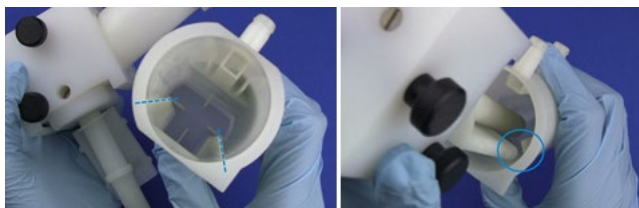

Figure 71. Abaissement du tube d'évacuation et du flotteur dans le piège
- 2 Abaissez le tube d'évacuation dans le piège, en vous assurant que le flotteur tombe dans l'espace entre les deux rebords qui sont en face des deux embouts d'évacuation – voir Figure 71 ci-dessous.